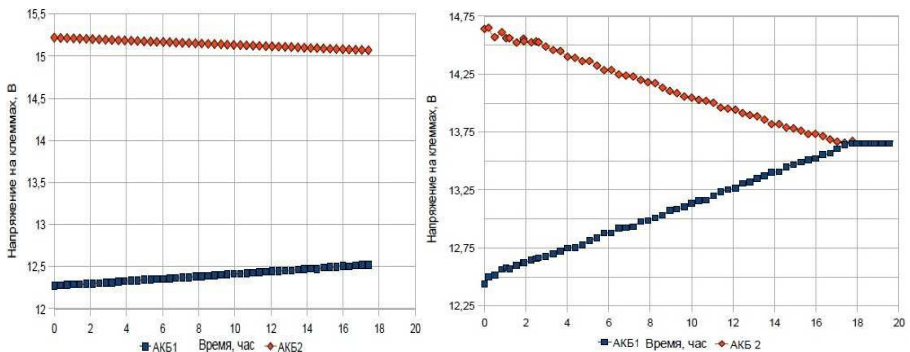

Рисунок 2. Зависимость напряжения на клеммах АКБ1 и АКБ2 от времени без применения **SKAT BB-4 (26-200) Ah** и с его применением
- Продление срока службы АКБ за счёт автоматического выравнивания (балансировки) напряжения на клеммах АКБ (см. рисунок 2);